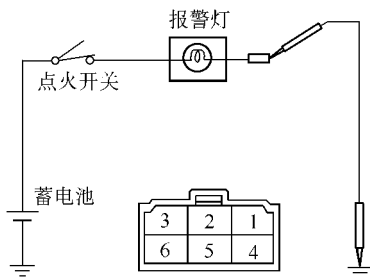

图 18-136 将配线侧接插件的端子接地，
- (1) 检查报警灯。从座位安全带报警继电器脱开接插件，将配线侧接插件的端子 5 接地，将点火开关置于 ON 位置，如图 18-136 所示。检查报警灯是否点亮。